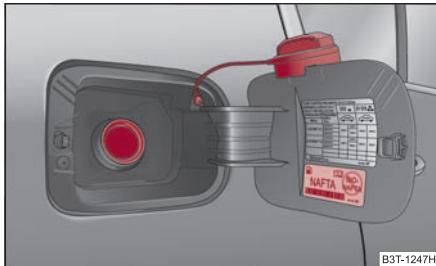

Abb. 13 Tankklappe mit abgeschraubtem Verschluss
- Drehen Sie den Tankverschluss linksherum heraus und stecken Sie ihn von oben auf die Tankklappe ⇒ Abb. 13.